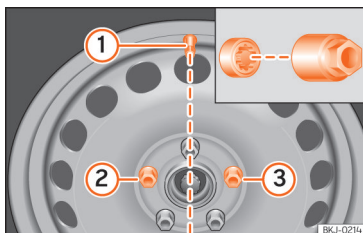

Fig. 197 Troca de roda: válvula do pneu ① e local de montagem do parafuso da roda antirruído ② ou ③.
Nas rodas com tapacubos integrais, o parafuso de roda antirruído tem de estar enroscado nas posições >>> Fig. 197 ② ou ③, tomando como referência a posição da válvula do pneu ①. Caso contrário, não será possível montar o tapacubos.